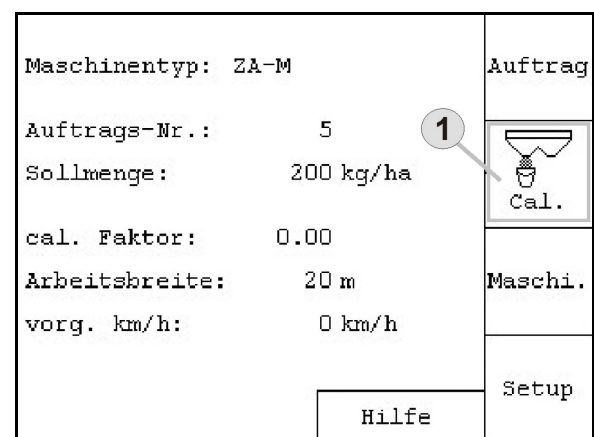

Fig. 39
- Hovedmeny: Velg menyen **Kalibrere** (Fig. 39/1).